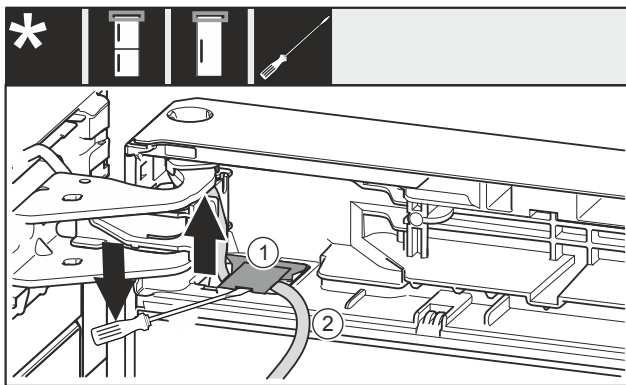

Fig. 25
▶ 使用带槽螺丝刀抬起盖板 Fig. 25 (1)，并将其拉出。
▶ 拉出电缆 Fig. 25 (2)。